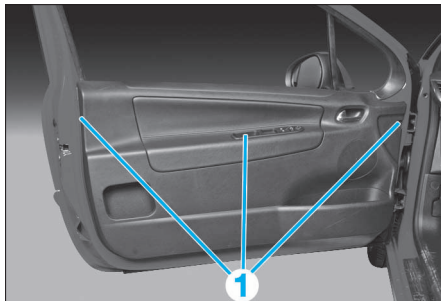

FIG. 51
- Déposer les vis (1) (Fig.51).